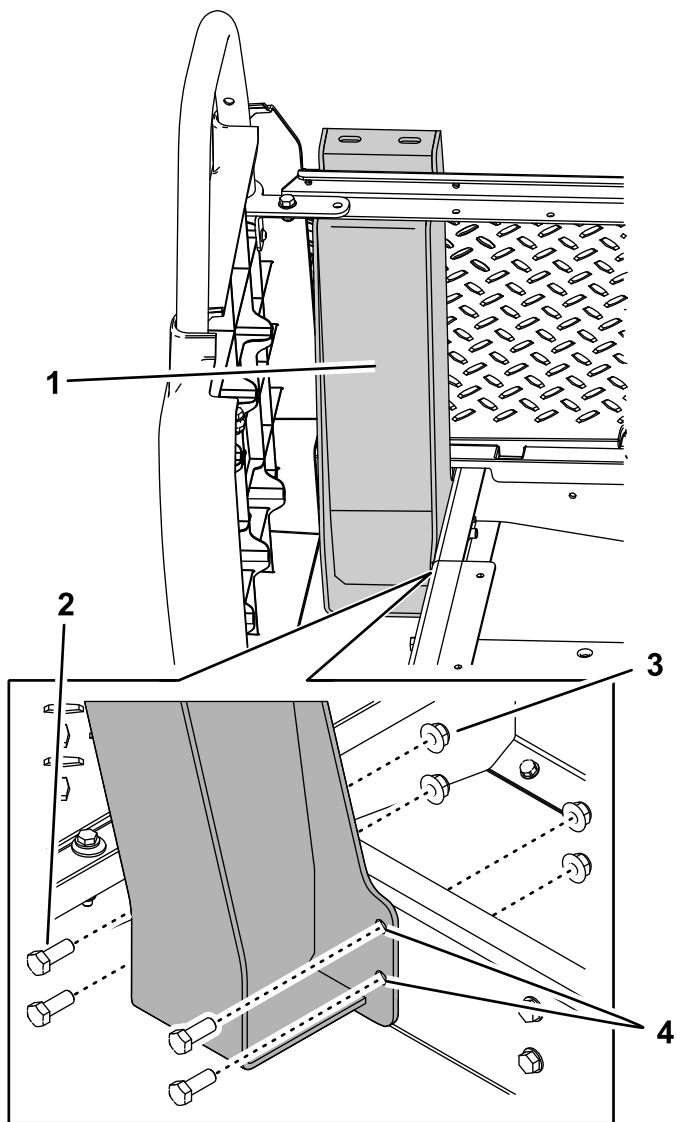

Figura 7
- Sujete el soporte derecho al larguero inferior del bastidor con 2 pernos (3/8" x 1") y 2 tuercas (3/8") en los orificios traseros inferiores (Figura 7).